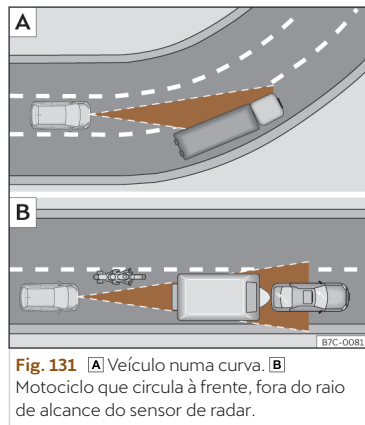

Fig. 131 [A] Veículo numa curva. [B] Motociclo que circula à frente, fora do raio de alcance do sensor de radar.
O ACC poderia não detetar em curva o veículo precedente ou poderia regular a distância com veículos que se encontram noutras faixas >>> **Fig. 131 [A].**
- Veículos que circulem desalinhados ou fora da zona de deteção do sensor, por exemplo, motociclos >>> **Fig. 131 [B].**